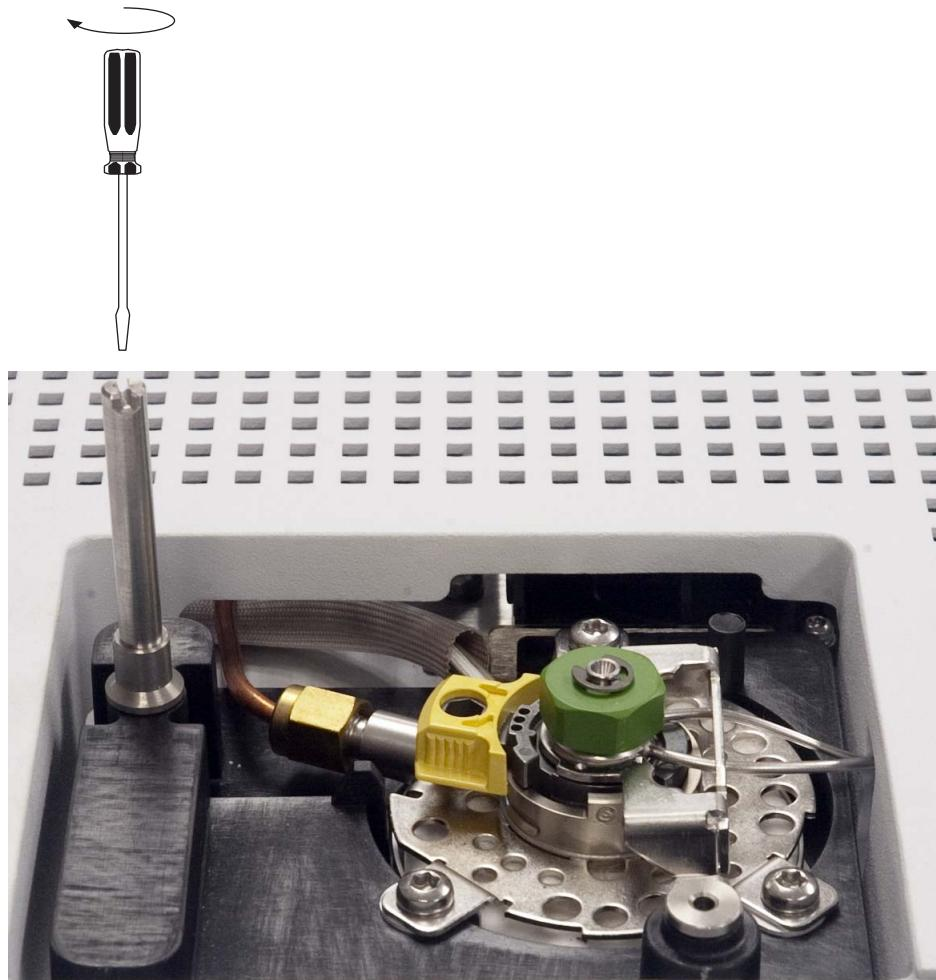

Abb. 18 Installieren der Halterungsstange (5975T LTM-GC/MSD)
- **5975T LTM-GC/MSD.** Nehmen Sie die Installation an der Einlassbefestigungskomponente vor. Die Stange muss vollständig nach unten gedreht sein (Abbildung 18).